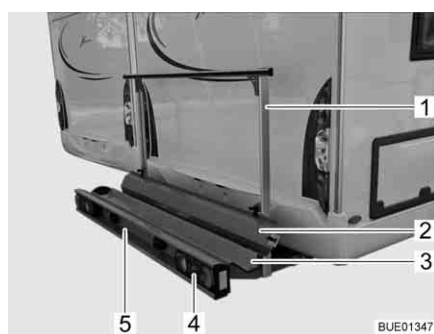
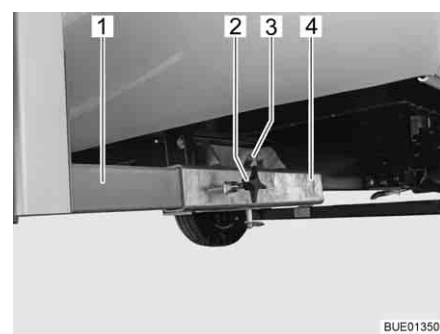

Fig. 7 Porte-charge
Fig. 8 Fixation sur le véhicule
Le porte-charge (Fig. 7) permet de transporter une moto ou un scooter d'un poids allant jusqu'à 130 kg.
- Réceptacle (Fig. 7,3) et étrier de fixation (Fig. 7,1) avec fixation sur le véhicule (Fig. 8)
- Feux arrière (Fig. 7,4)
- Éclairage plaque minéralogique (Fig. 7,5)
- Rail d'accès (Fig. 7,2)
Les deux longerons (Fig. 8,1) du porte-charges sont fixés avec des vis à garret (Fig. 8,2) sur les réceptions quatre pans (Fig. 8,4) situées sur le plancher du véhicule. Le porte-charges est bloqué par un boulon (Fig. 8,3) avec circlip.